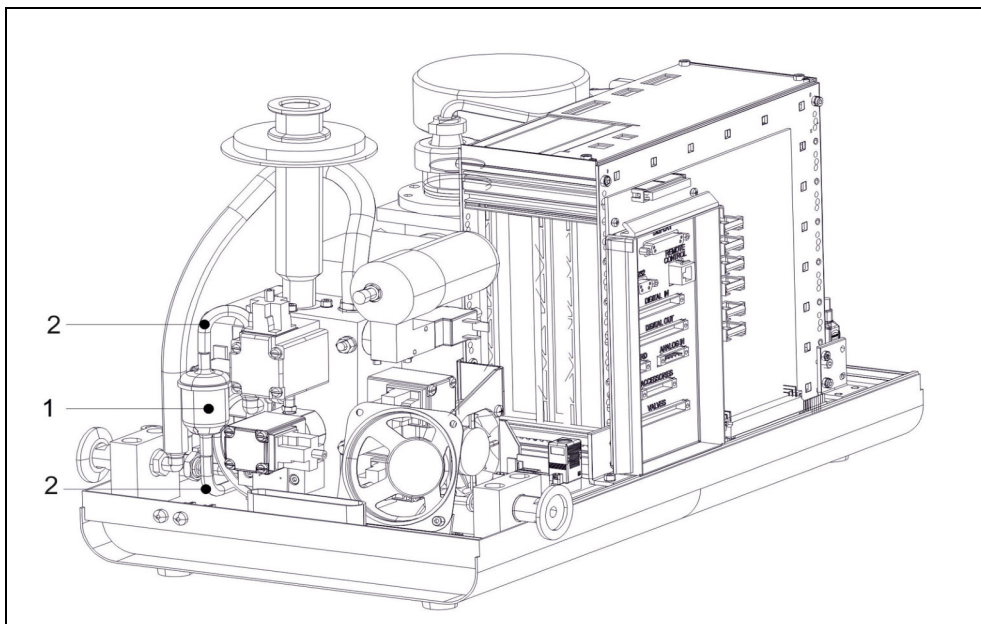

図 7-8 Modu1000 ベントフィルタの交換
- ベントフィルタを取り外すために、クイックコネクタカップリングからフィルタのホース接続を切り離します。クイックコネクタカップリングの外側のリングを押すことで、ホースを引き抜くことができます。設置位置は図 7-8 を参照してください。